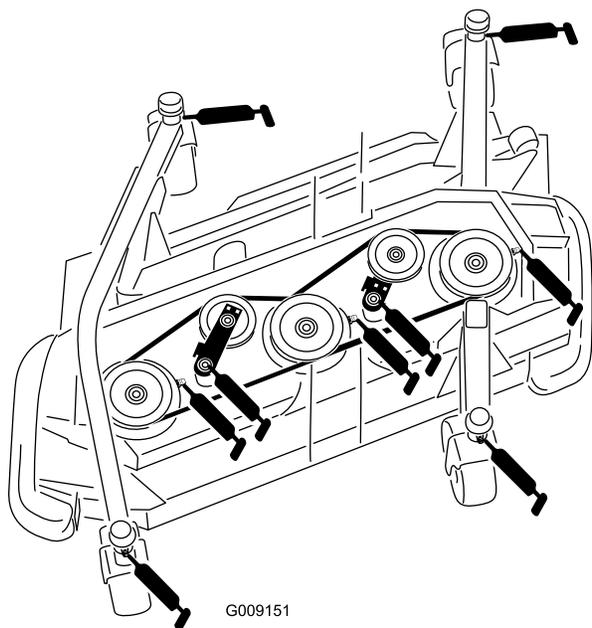

図 91
- キャスタフォークのシャフトのブッシュ4ヶ所 図 91
- スピンドルシャフトのベアリング3ヶ所スピンドルハウジング 図 91
- アイドラームのピボットのブッシュ2ヶ所アイドラピボットのシャフト 図 91